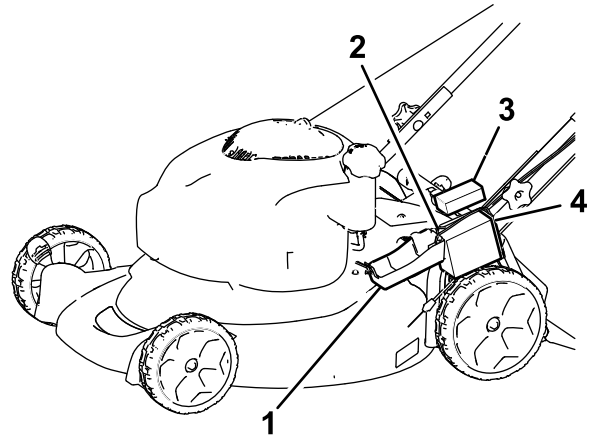

Figura 26
1. Desenganche la tapa de la batería y retírela (Figura 26).